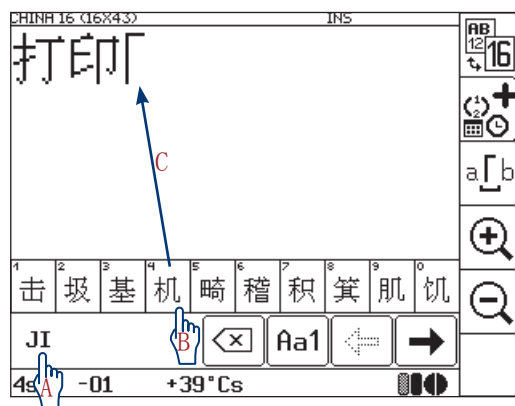

图33.
3. 用字母数字键盘 **1d**（见 第54页图20）输入与所需汉字（**A**）（见 图33）相应的拉丁字符。按  图标可以删除拉丁字符。